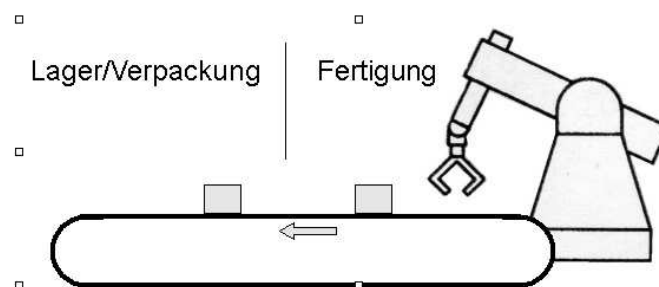

Abb. 3F1
- 3 In einer Firma müssen aufgrund höherer Produktionszahlen die Arbeitsprozesse in den Abteilungen Fertigung und Lager/Verpackung optimiert werden. Dazu soll künftig entsprechend der Darstellung im Abb. 3F1 ein Roboterarm die produzierten Geräte auf ein Transportband stellen